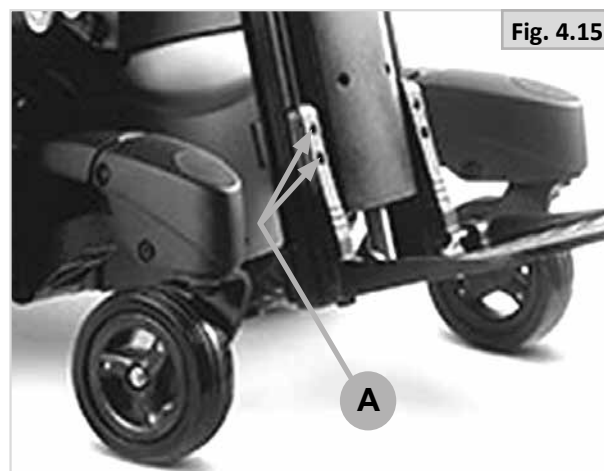

Fig. 4.15
- Desserrez les 2 vis à l'aide d'une clé hexagonale de 5 mm (A-Fig. 4.15).